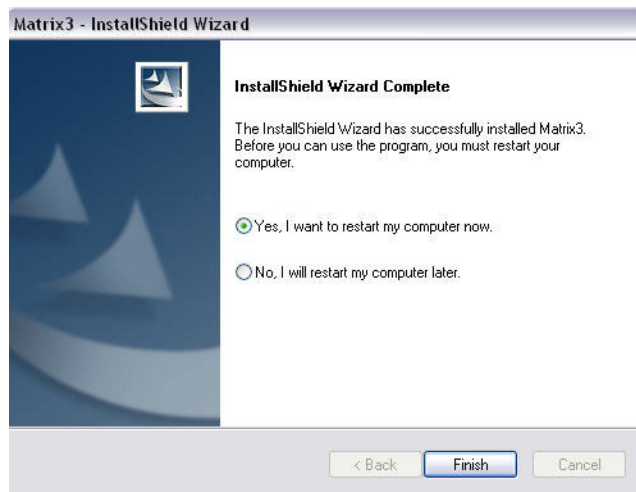

FIG. 10
12. Lorsque l'installation est terminée, l'écran illustré à la FIG. 10 s'affiche. Avant que Matrix fonctionne sur l'ordinateur, vous devez redémarrer l'ordinateur. Sélectionnez **Yes, je veux redémarrer mon ordinateur** et cliquez sur **Finish**, qui est la touche de redémarrage.
14. Lorsque l'installation est terminée, l'écran illustré à la FIG. 10 s'affiche. Avant que Matrix fonctionne sur l'ordinateur, vous devez redémarrer l'ordinateur. Sélectionnez Yes, je veux redémarrer mon ordinateur et cliquez sur **Finish**, qui est la touche de redémarrage.